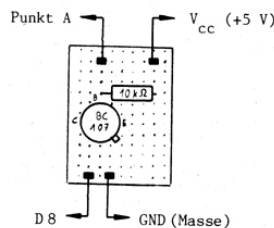

Bild 4: Veroboard mit Inverter (Bestückungsseite)
- 3.2.2.1 Inverter mit dem BC 107 und dem 10 kOhm Widerstand auf einem Stück Veroboard-Experimentierprint nach Bild 4 aufbauen. Veroboard mit doppelseitigem Klebeband auf dem Tastaturprint TASC0 8106050 aufkleben.